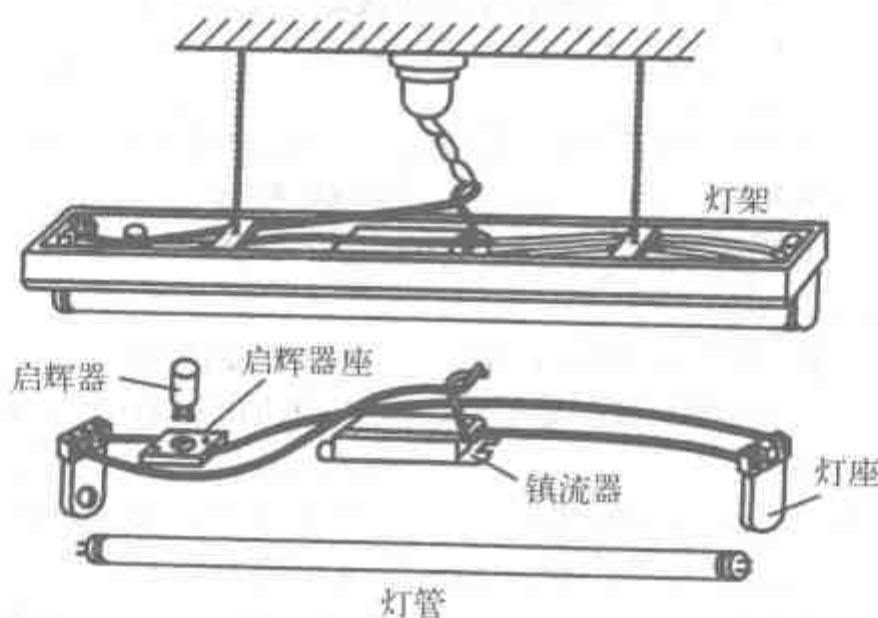

图 4-29 日光灯的组装接线
(3) 固定灯架。固定灯架的方式有吸顶式和悬吊式两种。悬吊式又分金属链条悬吊和钢管悬吊两种。安装前先在设计的固定点打孔预埋合适的固定件，然后将灯架固定在固定件上。
(4) 组装接线。启辉器座上的两个接线端分别与两个灯座中的一个接线端连接，灯座余下的接线端，一个与电源的中性线相连，另一个与镇流器的一个出线头连接。镇流器的另一个出线头与开关的一个接线端连接，而开关的另一个接线端则与电源中的一根相线相连。与镇流器连接的导线既可通过瓷接线柱连接，也可直接连接，但要恢复绝缘层。接线完毕，要对照电路图仔细检查，以免错接或漏接，如图 4-29 所示。